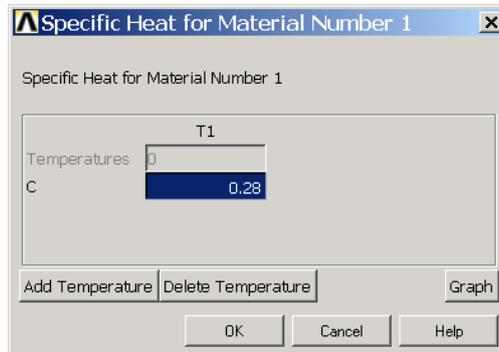

图11.23 定义砂模比热
(3) 单击 Main Menu>Preprocessor>Material Props>Material Models 菜单, 在右侧列表框中依次双击【Thermal】|【Conductivity】|【Isotropic】, 定义砂模的导热系数 (KXX) 为【0.025】。
(4) 接着双击【Thermal】|【Specific heat】, 弹出如图 11.23 所示的对话框。在【C】